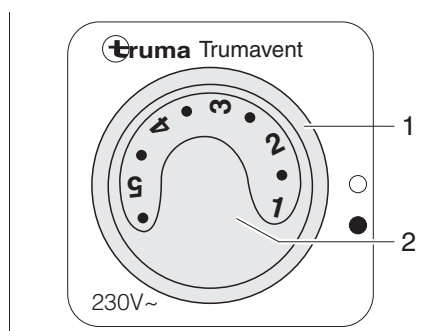

Fig. 109 Conmutador de mando para ventilador de circulación de aire (230 V)
- Poner el interruptor giratorio (Fig. 109,1) en "●".
- Ajustar la potencia deseada del ventilador de circulación de aire con el botón giratorio (Fig. 109,2).
- Poner el interruptor giratorio (Fig. 109,1) en "○".